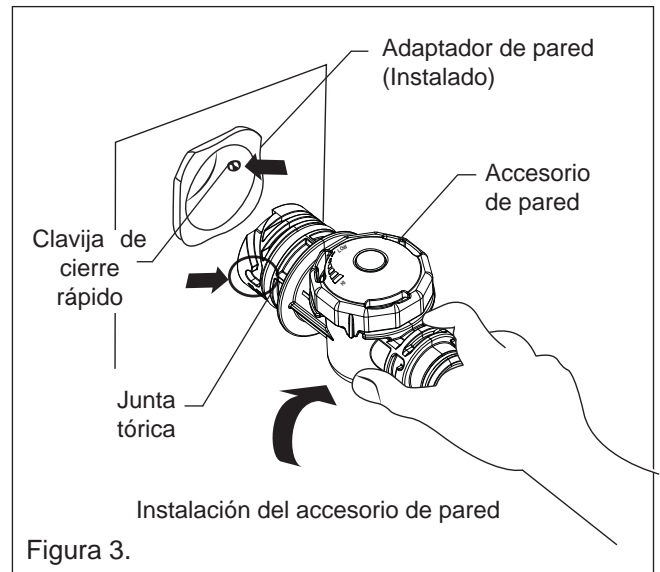

Figura 3.
4. Inserte el adaptador de accesorio de pared en el conducto de retorno enroscado 1-1/2" NPT. Apriete manualmente hasta que esté ajustado. **Véase figura 3.**
5. Alinee el accesorio de pared con la clavija de cierre rápido dentro del adaptador de pared. Empuje el accesorio de la pared en el adaptador hasta que toque el fondo de la pared. Gire $\frac{1}{4}$ en el sentido horario para bloquear el accesorio de pared. **Tire suavemente hacia afuera para un mejor ajuste y así engarzar las clavijas de cierre rápido. Véase la figura 3.**